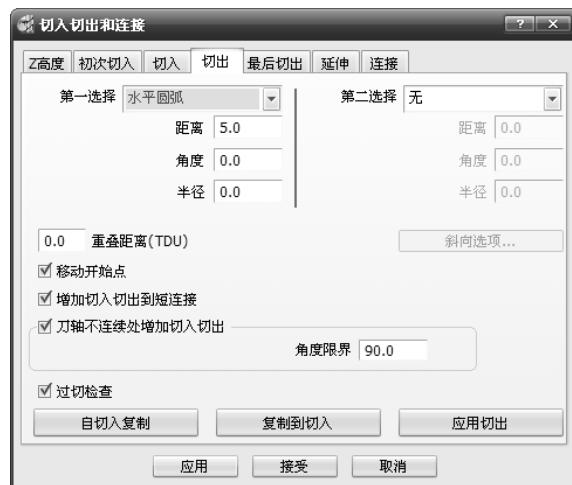

图 4-31 “切出”选项卡
2) 选择“切出”选项卡，选择“水平圆弧”切出方式，如图 4-31 所示。单击“应用切出”按钮。